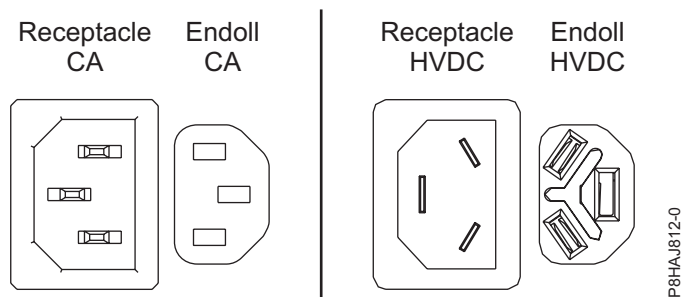
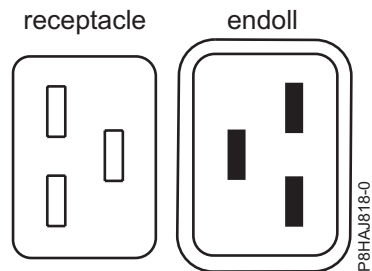
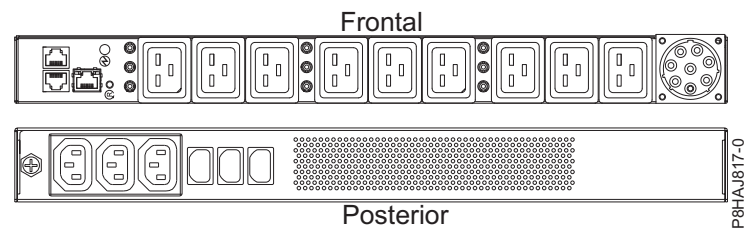

Figura 26. Connectors de CA i d'HVDC
Figura 27. Connectors per al sistema 8408-44E
Figura 28. PDU per al sistema 8408-44E
A la Figura 26 es mostren els connectors admesos de corrent alternativa (CA) i de corrent directa d'alt voltatge (HVDC). A la Figura 27 i a la Figura 28 es mostren els connectors admesos i la unitat de distribució d'alimentació (PDU) per al model 8408-44E.